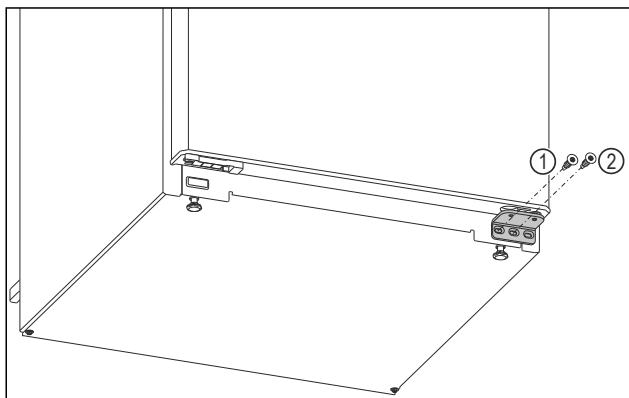

Fig. 6
- Svitare la vite interna sulla staffa di supporto inferiore con un cacciavite Torx 20. Fig. 6 (1)
- Svitare la vite centrale sulla staffa di supporto inferiore con un cacciavite Torx 20. Fig. 6 (2)